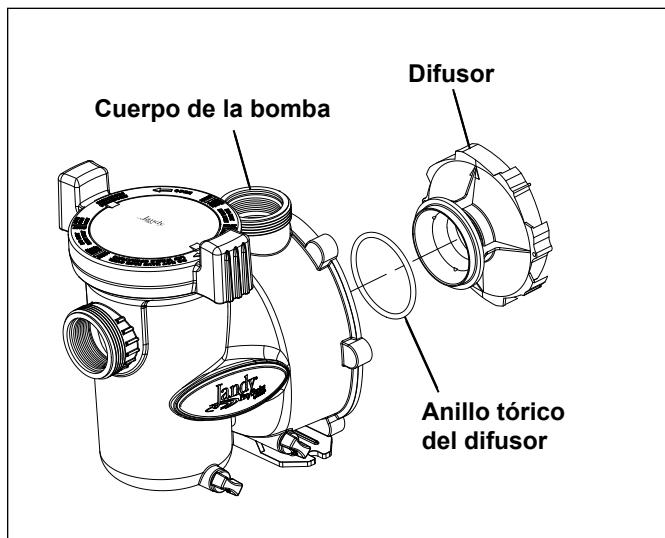

Figura 18. Plano de despiece del cuerpo de la bomba y del difusor
6. Vuelva a colocar los dos (2) tornillos Phillips pequeños. Apriete los tornillos para sacar el difusor contra la placa posterior del motor.
7. Para ayudar a prevenir una pérdida de aire en el sistema, asegúrese de que la junta tórica del difusor, la ranura de la junta tórica y su sello estén limpios y libres de residuos. Si retiró la junta tórica del difusor, asegúrese de instalarla en la ranura de donde la extrajo. (Véase la Figura 18.) Si usa grasa para retener el anillo tórico, **debe** ser a base de silicona, **No use grasa a base de petróleo**. Destruirá la junta tórica.
8. Deslice el difusor en el agujero de acoplamiento en el cuerpo de la bomba. Mientras sujetá el motor comience colocando dos (2) tornillos en lados opuestos. (Esto mantendrá el motor en posición mientras empieza con los otros seis (6) tornillos.)